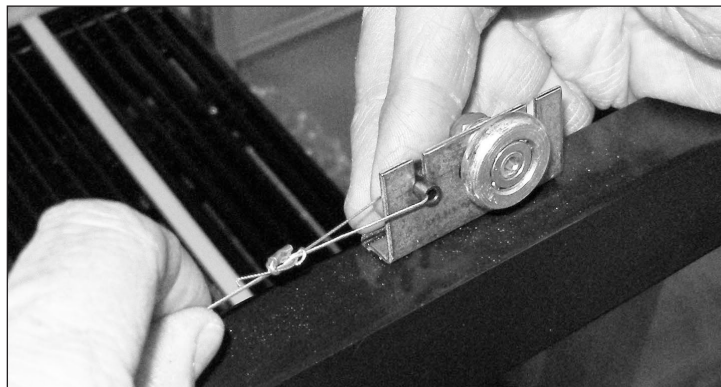

Fig. 5. Retire el cable de la puerta del soporte de las ruedecillas.
1. Retire el cable de la puerta del soporte de las ruedecillas. Véanse las figs. 5 y 6.